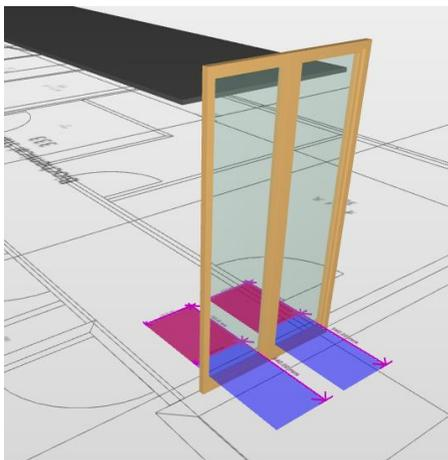

図 62. 窓の前のスラブ (吊り天井)
- (3) スラブのコンポーネントがつの窓の前にあるのが確認できます。平面上に示された、寸法付きの青い影が必要なスペースと障害物がどれだけ近くにあるかを示しています。(図 62 を参照)